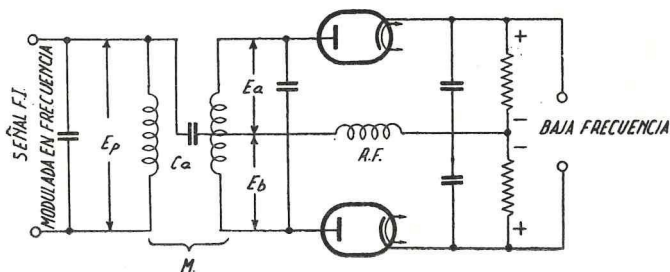

Figura 26
d) Por otro lado, la tensión primaria E_p se aplica simultáneamente a los dos diodos a través del condensador de acoplamiento C_a de la figura 26. Como este condensador es de una capacidad relativamente grande, su reactancia es muy pequeña y no produce variaciones de fase. En consecuencia, la tensión que tendremos, en el instante considerado, sobre cada uno de los diodos, será el resultado de componer los vectores que aparecen en el apartado d-1) de la figu-